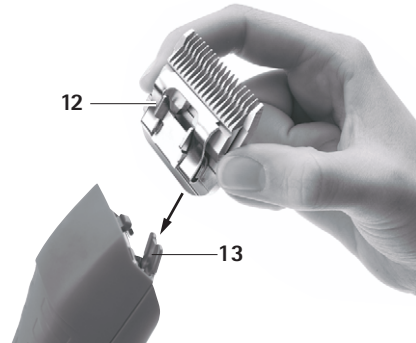

Fig. 2
- Conectar el cabezal de corte 12 a la bisagra del cabezal 13 abierta, ver Fig. 2.
- Empujar suavemente el cabezal de corte **12** hacia la esquiladora FAV5 CL/FORTIS, ver Fig. 2.